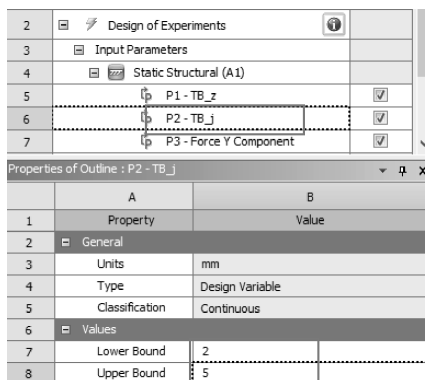

图 12-13 试验设计模型参数设置
(4) 在大纲窗口中单击 P2 参数，【Outline of Schematic B2: Design of Experiments】→【Properties of Outline A6: P2-TB_j】→【Values】→【Lower Bound】= 2，【Upper Bound】= 5，如图 12-13 所示。